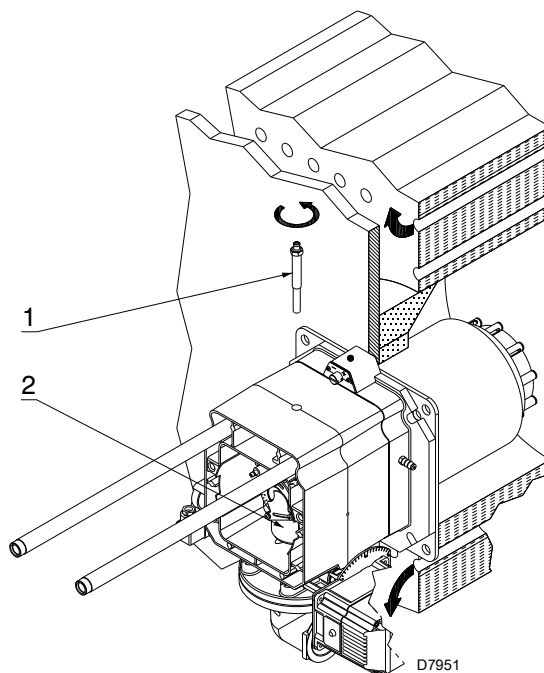

图 15
- 拆下螺丝 1)(图 15)
- 取出燃烧头内的部件 2)(图 15)，并调整它们。
安装进行到此处时，将燃烧头固定到锅炉上，如图15所示。这样很方便对燃烧头进行调节，并且该调节仅取决于燃烧器的最大出力。